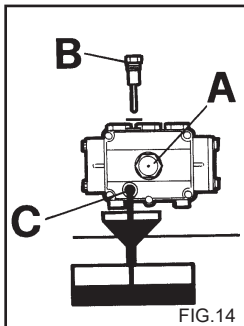

FIG.14
- 2) Svitare il tappo con l'asta di controllo livello (fig. 14).